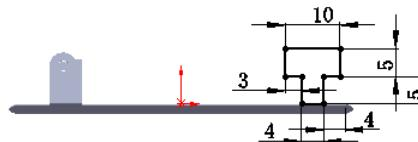
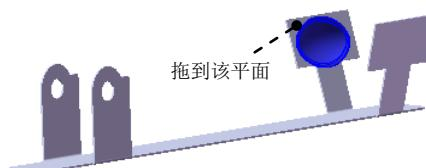

图 15.4.25 边线一法兰 2 草图
图 15.4.27 成形特征 1
(3) 定义法兰参数。
① 定义法兰角度值。在 **角度(A)** 区域的 **文本框** 中输入角度值 75.0。
② 定义长度类型和长度值。在“边线法兰”对话框 **法兰长度(L)** 区域的 **拉伸方法** 下拉列表中选择 **给定深度** 选项，在 **文本框** 中输入深度值 1.0。
③ 定义法兰位置。在 **法兰位置(M)** 区域中单击“折弯在外”按钮 .
(4) 单击 **确定** 按钮，完成边线一法兰 2 的初步创建。
(5) 编辑边线一法兰 2 的草图。在设计树的 边线-法兰2 上右击鼠标，在弹出的快捷菜单中单击“编辑草图”按钮 , 系统进入草图环境。绘制图 15.4.25 所示的草图。退出草图环境，此时系统完成边线一法兰 2 的创建。
Step9. 创建图 15.4.25 所示的成形特征 1。
- (1) 单击任务窗格中的“设计库”按钮 , 打开“设计库”对话框。
- (2) 单击“设计库”对话框中的 ch15 节点，在设计库下部的列表框中选择“barrette_shaped_tool_05”文件并拖动到图 15.4.27 所示的平面，在弹出的“成形工具特征”对话框中单击 按钮。